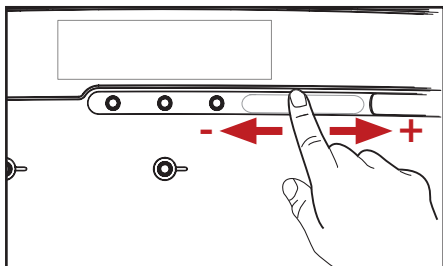

Fig. 4.6 - Sterkte voorkeuze
2. Glij met uw vinger over de **STERKTE** schuif om de sterkte van uw drank in te stellen (fig. 4.6).